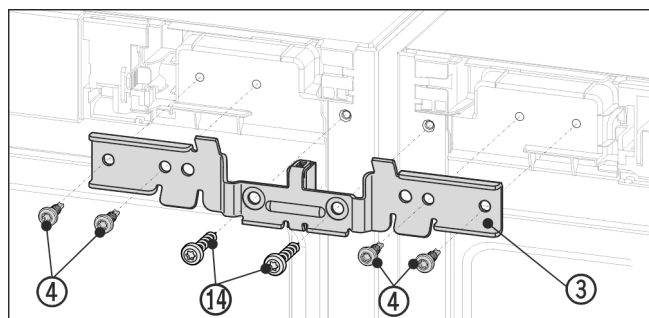

Fig. 11 Représentation à titre d'exemple
- Pousser l'équerre Fig. 11 (3) avec l'entretoise entre les appareils et sur le pivot. Visser sans serrer l'équerre avec quatre vis Fig. 11 (4) et les vis de terre préalablement dévissées Fig. 11 (14) de façon alternée à droite et à gauche.